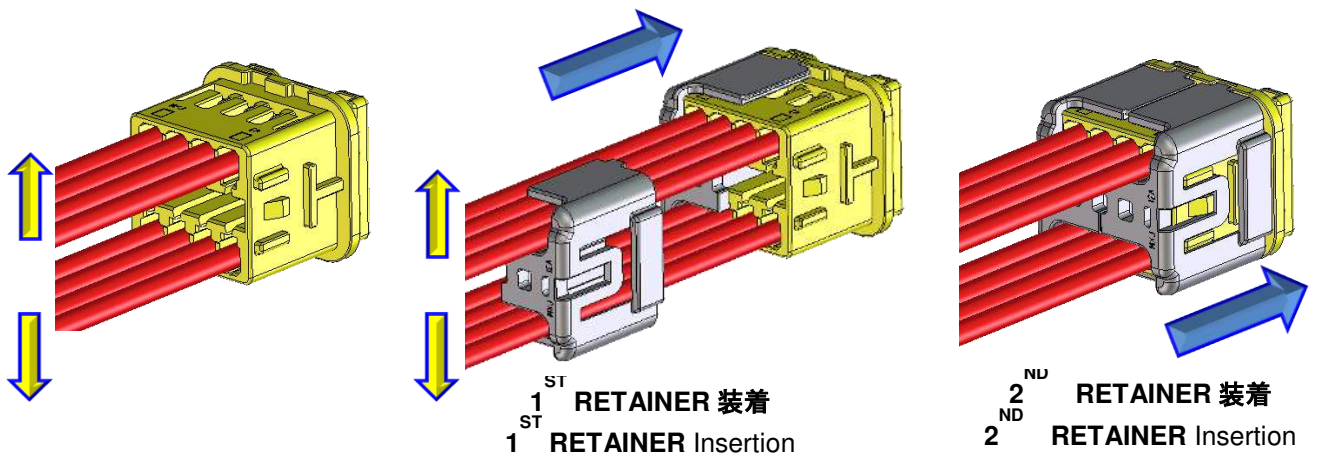

FIG 2
- 7-2. ハウジングアセンブリ（製品番号 505596）にリテーナー（製品番号 505594）を挿入する際、図2に示した方向からリテーナー先端が挿入済みの端子に突き当たるまで挿入してください。この際挿入初期に図2のように電線を外側へ傾けると、挿入し易くなります。又、挿入後軽く電線を引張って端子が抜け出さないか確認ください。
Please insert the terminal in the correct direction as showing in FIG 2.
In this case inserted early in the FIG 2, Tilt the wire to the outside so that, insert will be easier.